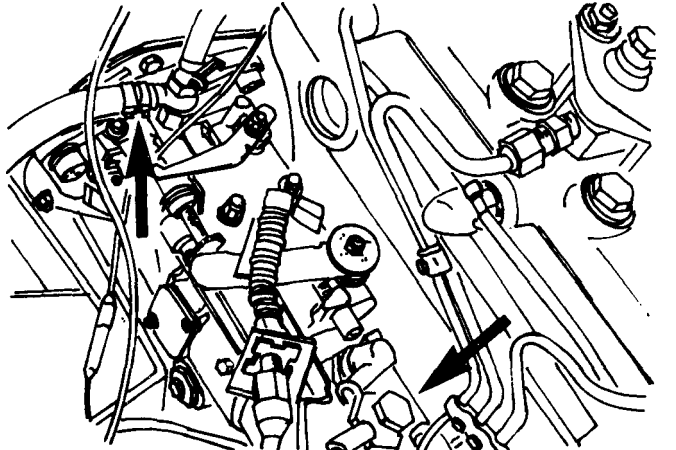

Рис. 1.46. Обе стрелки указывают места подсоединения топливopроводов.
19. Отсоедините от ТНВД трубки подачи и возврата топлива (рис. 1.46).